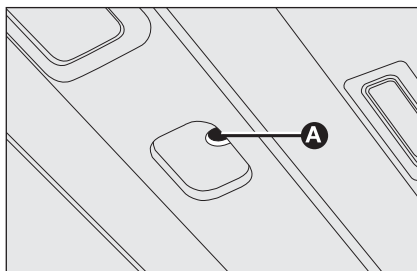

fig. 102
- ☐ introducir en el compartimiento **A**-**fig. 102** la llave y girar: